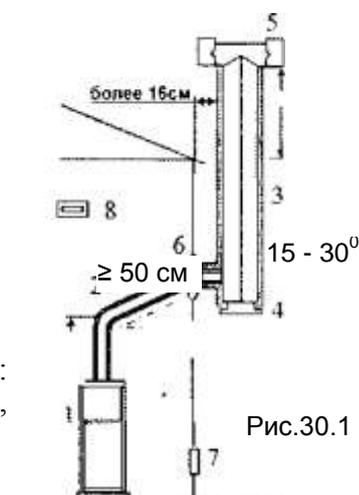

Рис.30.1
8. Дымоход приставной. (Рис. 30.1.)
8.2. Приставной дымоход показан на рис. 30.1.: